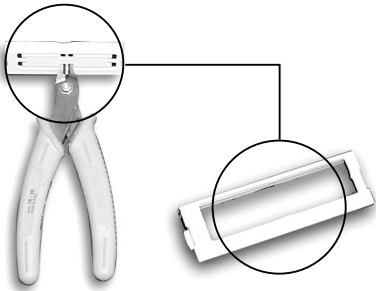

Fig. 2
2. Con un tronchesino, eliminare dallo sportellino la parte plastica prefabbricata, ottenendo il foro corrispondente all'uscita del connettore a 3 vie (vedi Fig. 2);
2. Using cutting nippers, remove the pre-cut plastic part of the hatch, making the hole for the 3-way connector (see Fig. 2);